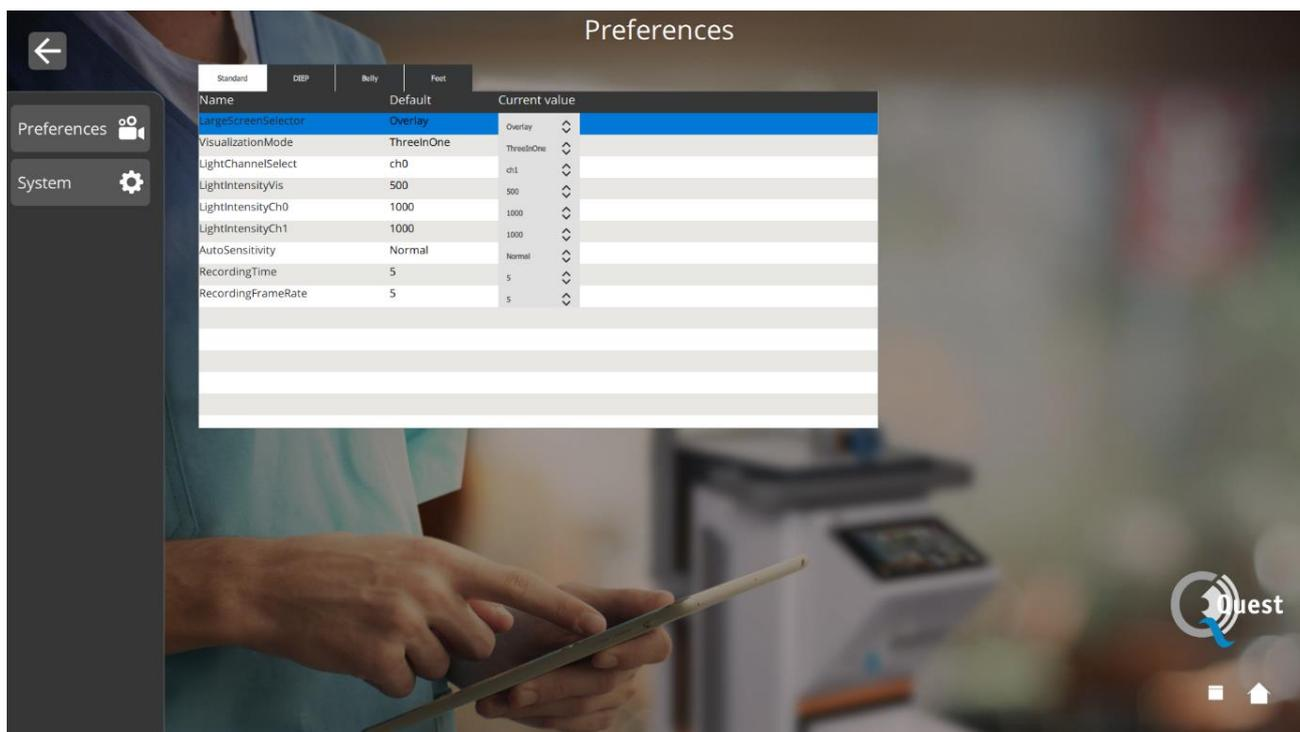

Figura 20: Configuración del cirujano
- Acceda a la configuración del personal técnico (consulte la figura 19 y la figura 20 y una explicación más detallada a continuación)
Después de haber seleccionado el cirujano y el código PIN correcto, aparecerá una interfaz como la que se muestra en la figura 20.